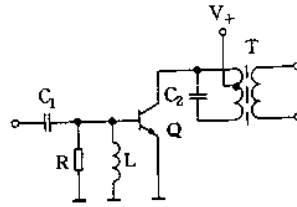

图 2-17
(2) 丙类射频放大器如图 2-17 所示, 图中, 三极管 Q 工作在非线性区, R 为自给偏压元件, 自给负偏压由输入信号产生, 输入信号消失后自给偏压随即消失。